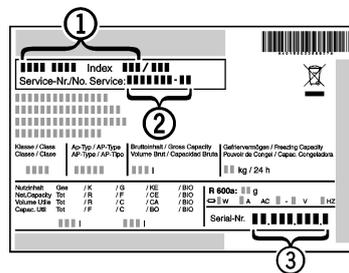

Fig. 9
► Relever la désignation de l'appareil *Fig. 9 (1)*, le n° de service *Fig. 9 (2)* et le n° de série *Fig. 9 (3)* sur la plaquette signalétique. Cette plaquette se trouve sur la paroi intérieure gauche de l'appareil.
- Informer le S.A.V. et lui communiquer la panne, la désignation de l'appareil *Fig. 9 (1)*, le n° de service *Fig. 9 (2)* et le n° de série *Fig. 9 (3)*.